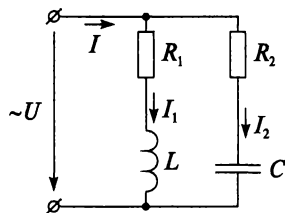

Рис. 10.5
Рассмотрим цепь, которая состоит из двух параллельных ветвей, причем первая ветвь содержит реальную катушку индуктивности, а вторая — реальный конденсатор (рис. 10.5).
2. Постройте треугольники мощностей при $b_L > b_C$ и при $b_L < b_C$ для цепи, изображенной на рис. 10.5.